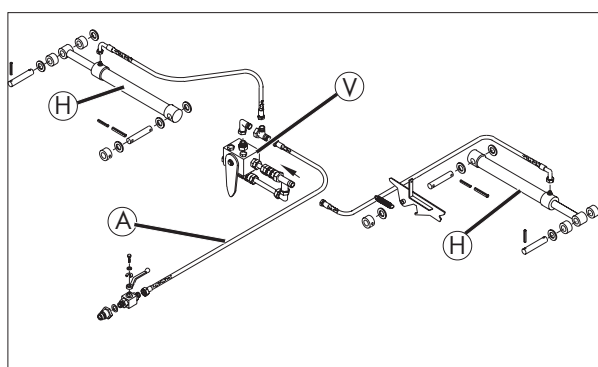

Afbeelding 3-14
Bevestig kabelhouder (K) aan het voorste uiteinde van het frame met de twee zelfsnijdende schroeven M8x16 (afbeelding 3-14).